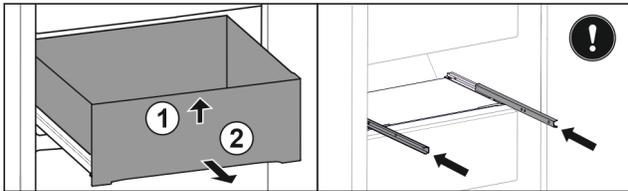

Fig. 111
- Soulever la partie avant du tiroir. Fig. 111 (1)
- Retirer le tiroir par l'avant. Fig. 111 (2)